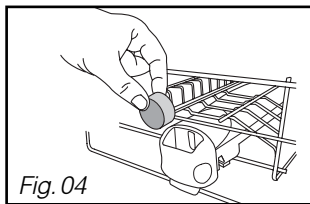
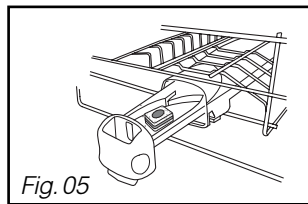

Fig. 04
Fig. 05
não multifunções no compartimento exterior (fig. 04) ou para um óptimo funcionamento, puxar a gaveta do distribuidor e colocar a pastilha. (fig. 05)
• Colocar a pastilha no compartimento exterior (fig. 04), **ou para um óptimo resultado, puxar a gaveta do distribuidor e colocar a pastilha no interior.** (fig. 05).